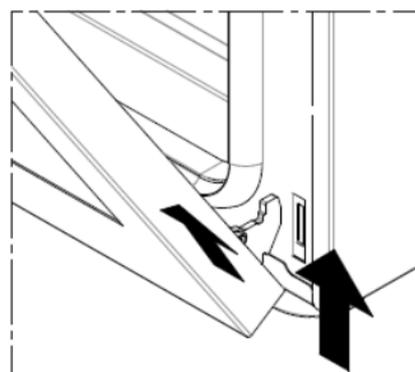

Fig. 8
- die Tür langsam bis zur mechanischen Blockierung schließen, anheben und entfernen (Abb. 8).